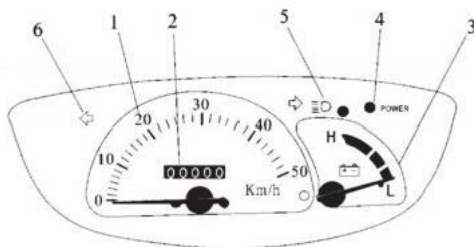

Figura 4-15
2. Instrumente și afișaj ale controlerului (vezi Figura 4-15)